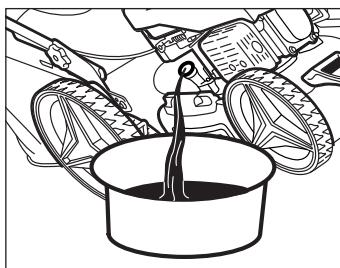

Рис. 19
- Опустите шланг приспособления для удаления масла из картера двигателя (в комплект поставки не входит) в масляный картер через заливную горловину, или наклоните газонокосилку и слейте масло в приготовленную емкость (Рис. 19), дайте отработанному маслу стечь полностью, утилизируйте его способом, который не повредит окружающей среде.